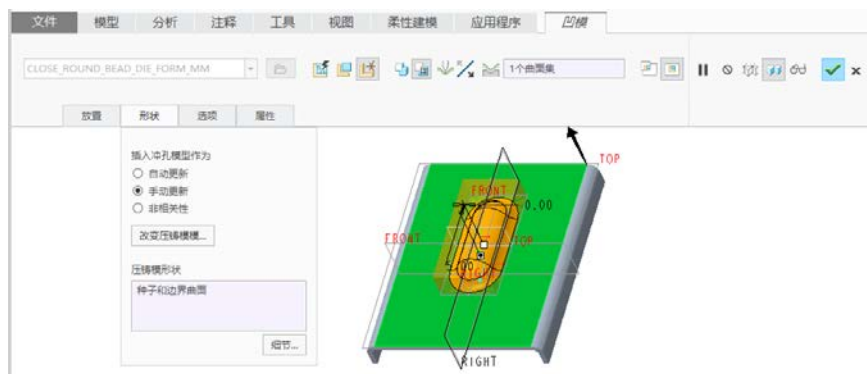

图 2-33 更改了成型复制选项后的“凹模”选项卡
(1) 在模型树中单击要编辑的凹模成型特征，接着在出现的浮动工具栏中单击 (编辑定义) 按钮，打开“凹模”选项卡。
(2) 在“凹模”选项卡中单击 (继承副本) 按钮，接着打开“形状”面板，如图 2-33 所示。